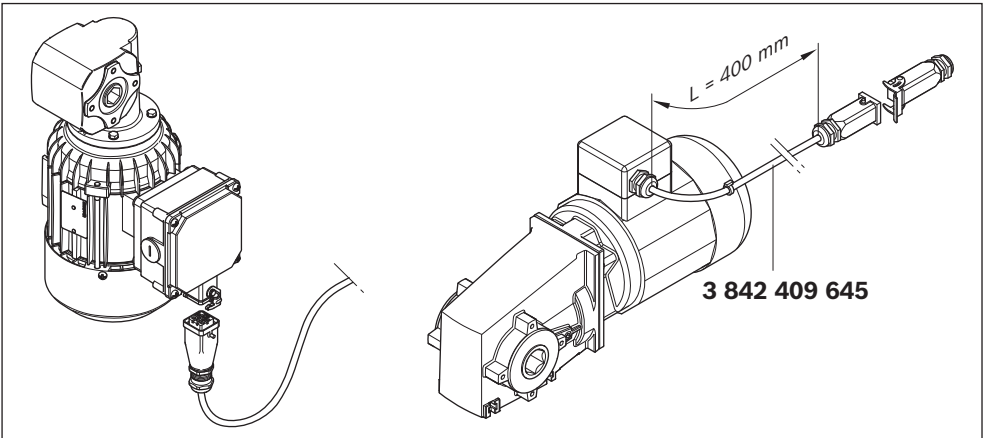

Fig. 11 : Câble de raccordement en option
- Câble de raccordement en option : 3 842 409 645, voir Fig. 11 à la page 21. Attention au fusible de puissance !